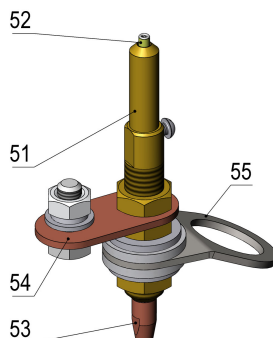

Рис. 4.6. Горелка для сварки под слоем флюса
**Горелка для сварки под слоем флюса 4** осуществляет направление электродной проволоки в зону сварки и подвод к проволоке сварочного тока. Состоит из корпуса **51** (см. рис. 4.6.), внутри которого размещен направляющий канал **52**. В нижней части корпуса установлен наконечник **53**. Сварочный ток подводится к горелке через шину **54**. Скоба **55** служит для фиксации патрубка подачи флюса.